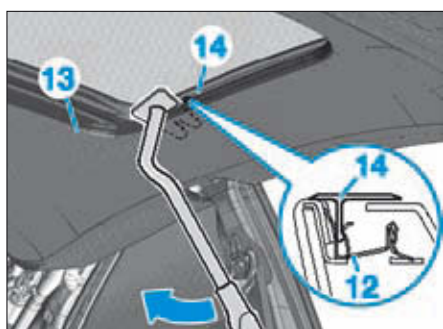

FIG. 42
- Retirer les agrafes (12) de la garniture de pavillon (13) de l'encadrement (14) du toit coulissant (Fig.42).